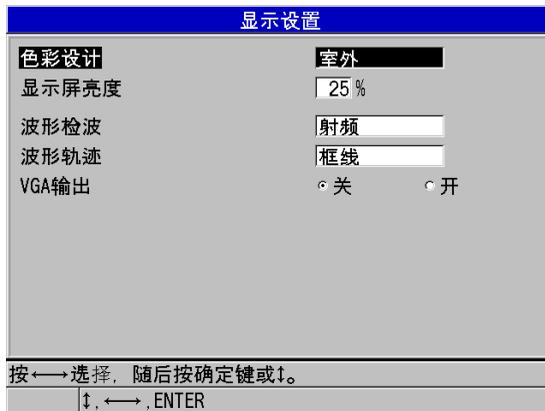

图 4-3 显示设置屏幕
2. 在**显示设置**屏幕中 (参见第 56 页的图 4-3), 为以下参数选择想要的参数和值: